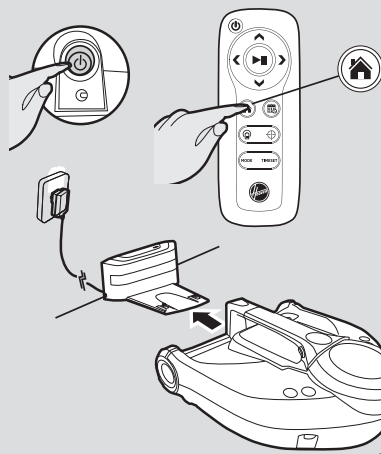

Abb. 4
Schalten Sie den Saugroboter mit dem Ein/Aus-Schalter unten (I) ein. **[Abb. 4]** Stellen Sie ihn vor der Ladestation ab.